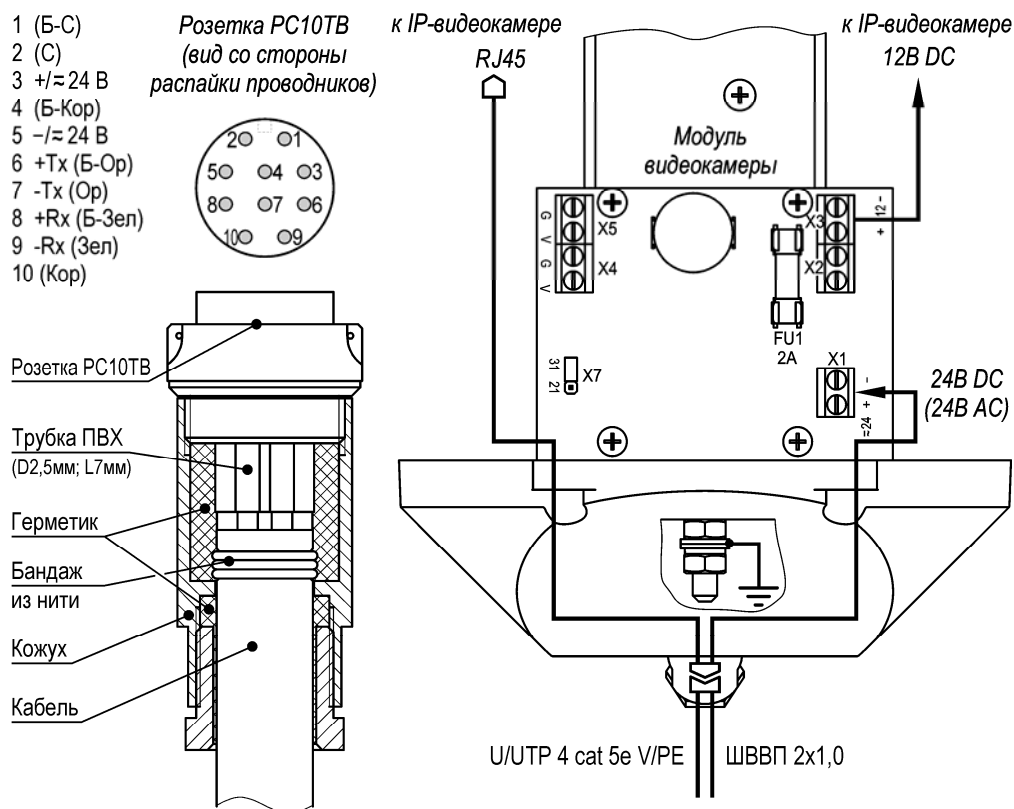

Рис.2 Распайка разъема PC10TV и схема подключения IP-видеокamеры
1. Распаять ответную часть разъема PC10TV согласно требованиям к электромонтажу в соответствии с рис.2. После распайки разъем заполнить герметиком кремнийорганическим.
5. При необходимости изменить мощность обогрева, выкрутить 4 винта крепления задней крышки гермобокса, выдвинуть модуль видеокamеры из кожуха и установить джампер X7 в нужное положение (рис.2). Установить модуль видеокamеры обратно в кожух. Закрутить 4 винта крепления задней крышки с усилием  $5\pm 0,5\text{Нм}$ .
Предприятием изготовителем джампер Х7 установлен в положение «31» - мощность обогрева 31 Вт, для изменения мощности на 21 Вт джампер Х7 необходимо переставить в положение «21» (см. рис.2).